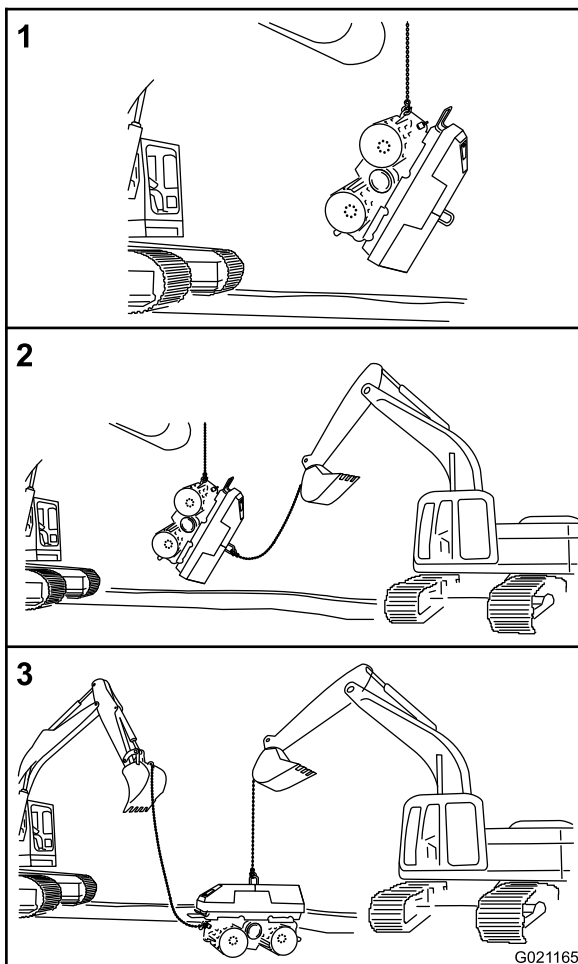

Figura 46
- A. Sujete el primer equipo de elevación al anillo de amarre delantero o trasero (Figura 46).
- B. Eleve lentamente el equipo de elevación para girar la máquina a la posición vertical (Figura 46).
- C. Conecte el segundo equipo de elevación a la argolla de elevación (Figura 46); consulte Izado de la máquina (página 30).
- D. Transfiera el peso de la máquina del primer equipo de elevación al segundo (Figura 46).
3. Baje la máquina y desconecte los equipos de elevación (Figura 46).